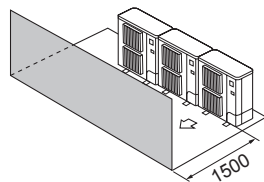

Fig. 2-14
- ③ Překážky pouze vpředu (Fig. 2-14)